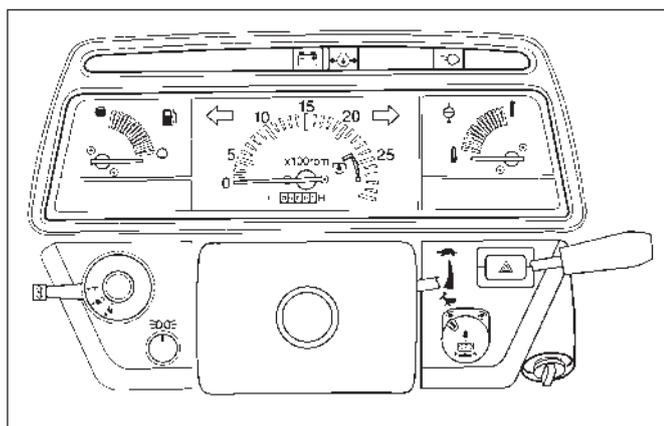

FIG. 4-3
**FIG. 4-3, 4-4:** Disposition des cadrans, interrupteurs de commande et indicateurs du tableau d'instrumentation. Les éléments sont expliqués dans les descriptions qui suivent: